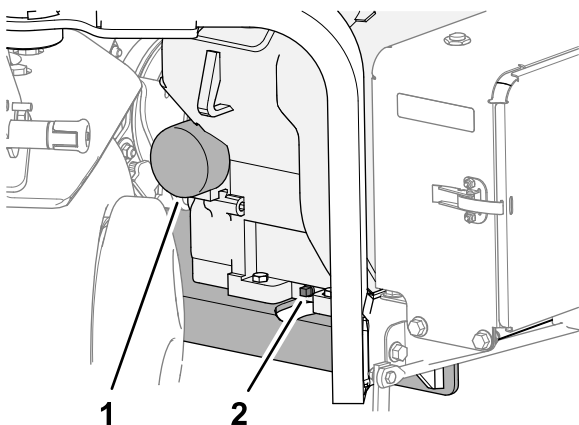

Bild 161
- Stellen Sie eine Auffangwanne unter die Ölablassschraube und entfernen Sie die Schraube (Bild 161).
- Stellen Sie eine Auffangwanne unter den Filter und entfernen Sie den Filter (Bild 161).
- Schrauben Sie den Ölfilter in den Filteradapter ein, bis die Dichtung den Filteradapter berührt (Bild 161). Ziehen Sie dann den Filter um eine weitere halbe Umdrehung fester.